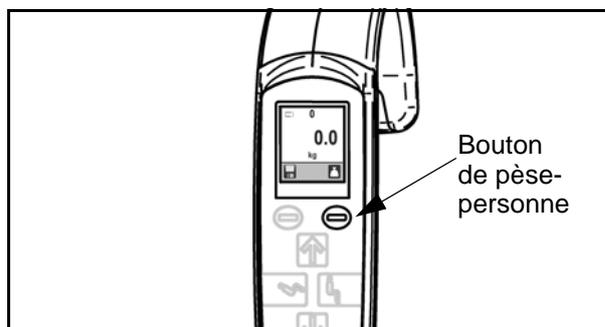

Fig. 64
1. Appuyer sur le bouton Pèse-personne pour obtenir la lecture du zéro à l'affichage (voir Fig. 64).